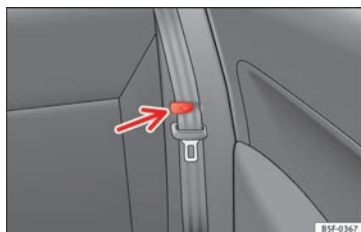

Fig. 149 Morsetto per sostenere la cintura di sicurezza.
- Collocare le cinture di sicurezza laterali nel morsetto del rivestimento » **fig. 149**.